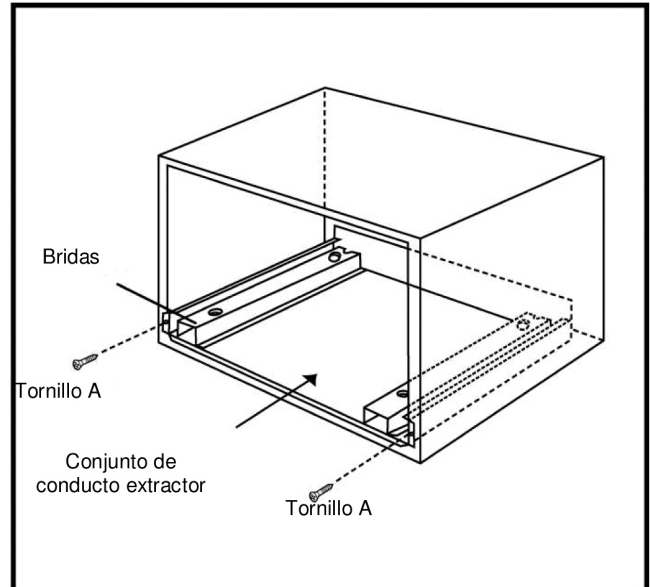

Ilustración 3
1. Coloque el conducto extractor en la abertura. Cuando el conjunto del conducto extractor se ha colocado en la abertura correctamente, las bridas quedarán firmemente contra el borde inferior de la abertura. Véase la ilustración 3.